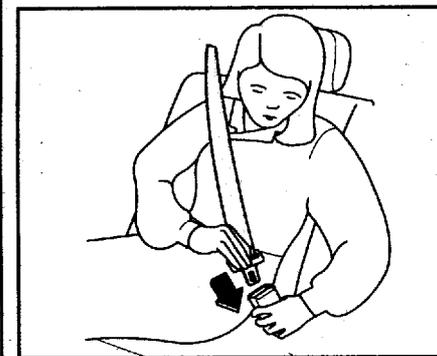

Рис. 27. Застегивание пряжки ремня безопасности
3. Вложите пряжку ремня в замок (рис. 27). Если при этом услышите щелчок, то пряжка правильно застёгнута.